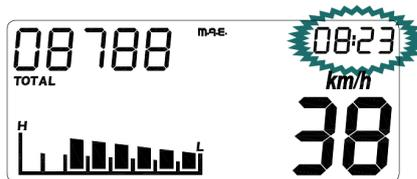

Fig. 12
Tale funzione è sempre rappresentata nel formato hh:mm, facendo uso dei digit 6-9 (fig. 12).
*This function is always displayed in the format, hh:mm, using digits 6-9 (fig. 12).*